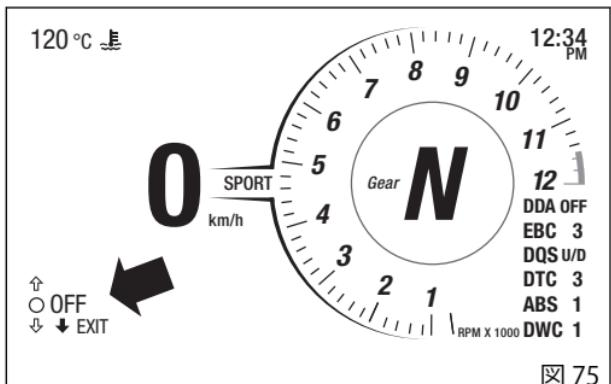

図 75
- 現在のレベルが表示されます(図75)。ブラウズボタンを使用して、設定可能なレベル(OFF、LOW、MEDIUM、HIGH)をスクロールできます。